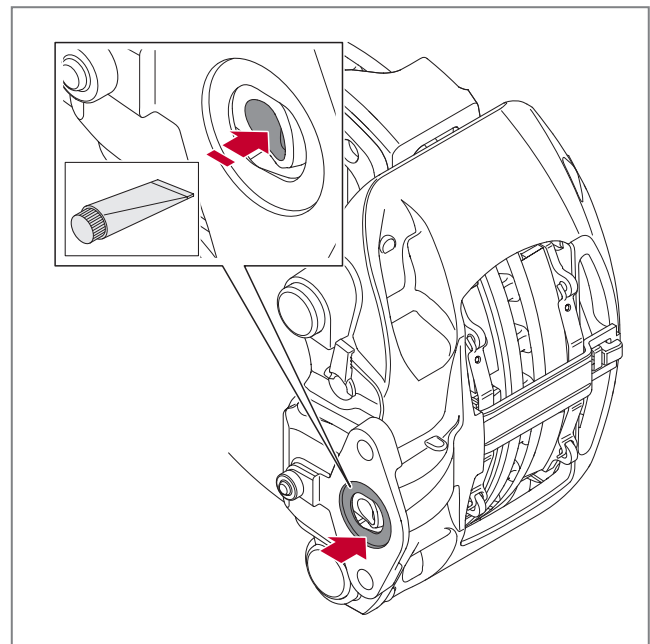

Abb. 45 - Überprüfung vor Montage des Bremszylinders
3. Überprüfen Sie, ob die Dichtfläche des Zylinders am Bremssattelgehäuse und die Dichtfläche am Bremssattelgehäuse schmutz-, feuchtigkeits- und rostfrei sind, *siehe* ► **Abb. 45**. Stellen Sie sicher, dass die Bremszylinderdichtung korrekt positioniert und unbeschädigt ist.